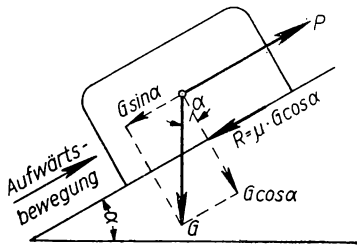

Bild 249
**Lösung:** a) In der Bewegungsrichtung parallel zur geneigten Ebene müssen sich die Kräfte das Gleichgewicht halten, d. h. einander aufheben. Die außer  $P$  vorhandene Kraft  $G$  übt in dieser Schrägrichtung die Seitenkraft  $G \sin \alpha$  aus (Bild 249).